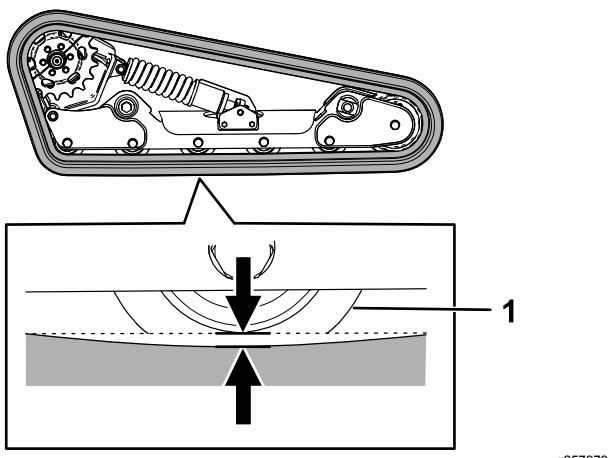

Рисунок 56
5. Используя ключ с храповым механизмом на $\frac{1}{2}$ дюйма, поверните натяжной винт так, чтобы прогиб гусеницы составил 13 мм, как показано на Рисунок 56.
9. Проверьте, чтобы прогиб гусеницы составлял 13 мм, как показано на Рисунок 56. При необходимости отрегулируйте тормоза.
20. Используя ключ с храповым механизмом на $\frac{1}{2}$ дюйма, поверните натяжной винт против часовой стрелки так, чтобы прогиб гусеницы составил 12,7 мм, как показано на Рисунок 56.